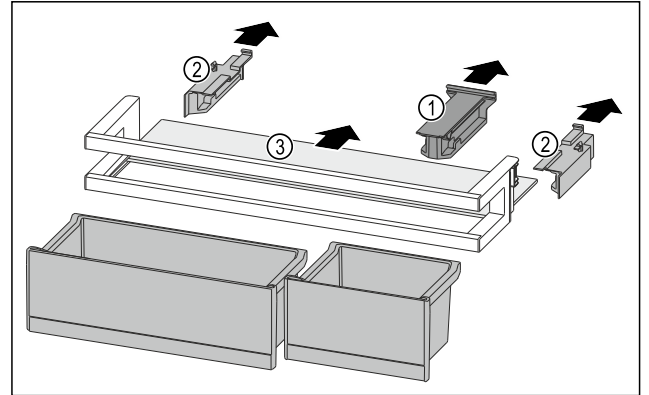

Fig. 132
- ▶ Húzza le a tartóelemet Fig. 132 (1).
- ▶ Húzza le az oldalsó részeket Fig. 132 (2).
- ▶ Vegye ki a tárolólapot Fig. 132 (3).